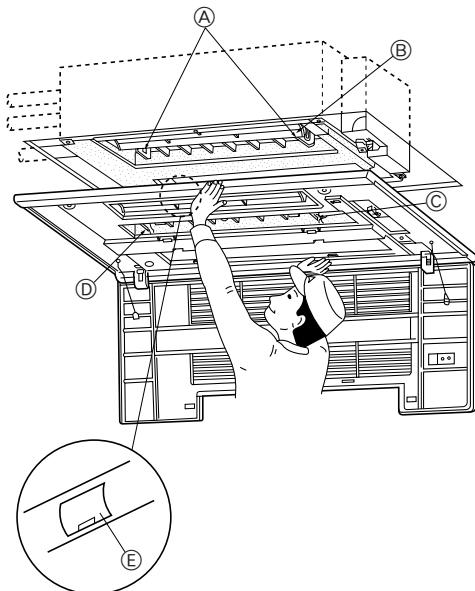

Fig. 5-4
5.3. Instalación de la rejilla (Fig. 5-4)